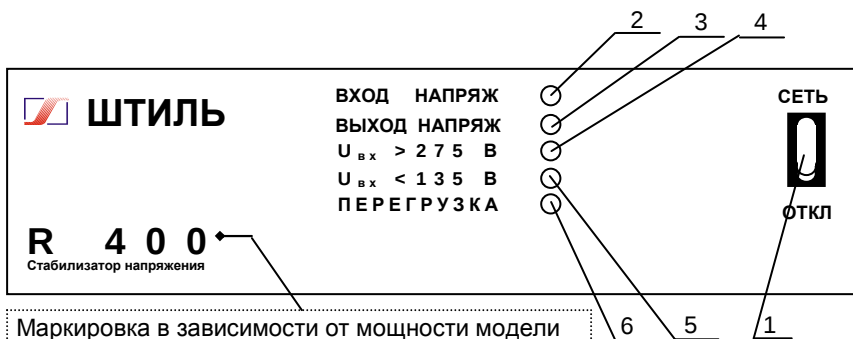

Рисунок 4.1 Передняя панель стабилизатора
На передней панели (рисунок 4.1) расположены выключатель СЕТЬ (1) и индикаторы: ВХОД НАПРЯЖ (2), ВЫХОД НАПРЯЖ (3), «Uвх>275В» (4), «Uвх<135В» (5), ПЕРЕГРУЗКА (6).